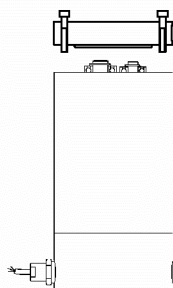

Рис.5
- установите верхнюю часть прибора (без чувствительного элемента) (рис. 5)